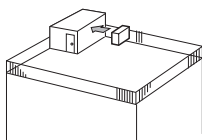

Fig. 2-2
- ① Posizionare la bocca di uscita dell'aria verso la parete più vicina, mantenendola a circa 35 cm di distanza dalla parete. (Fig. 2-2)